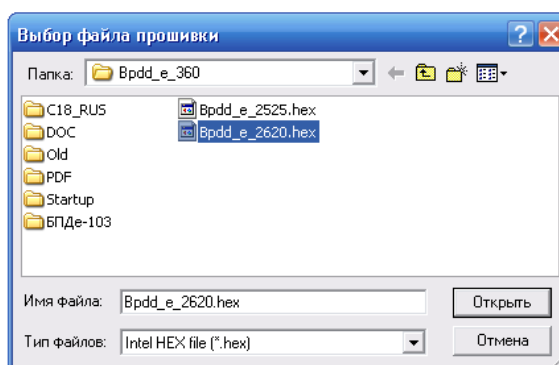

Рисунок 5 – Выбор файла программы БПДД-Е
3. В появившемся окне выбора файла следует выбрать нужный файл обновления (рисунок 5).